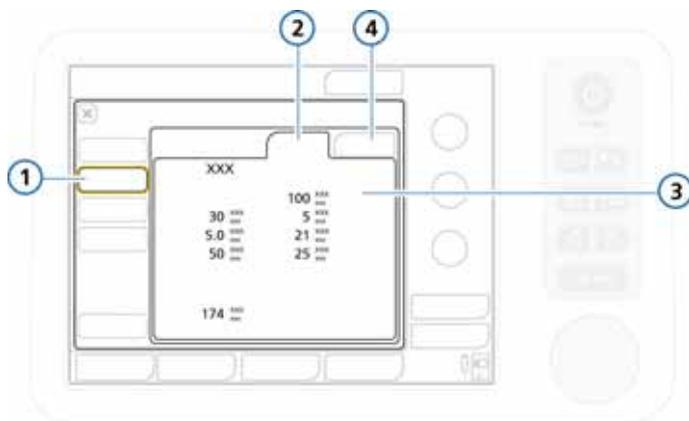

図 I-10. 換気条件の設定
7. [Vt/IBW] (新生児の場合は [Vt/Weight]) にタッチして、IBW または実体重 (新生児) に基づく一回換気量を設定します。図 I-10 および I-11 を参照してください。